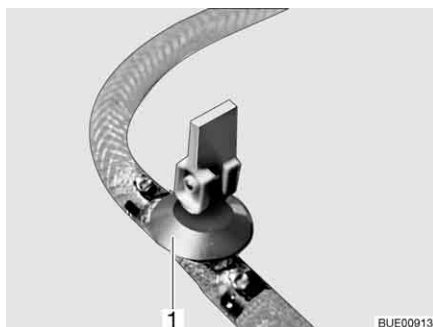

Fig. 197 Llave de desagüe
- Cerrar la(s) llave(s) de desagüe. Colocar para ello el balancín (Fig. 197,1) en posición horizontal.
- Abrir la(s) llave(s) de desagüe (Fig. 197). Colocar para ello el balancín (Fig. 197,1) en posición vertical. La caldera se vacía hacia fuera.